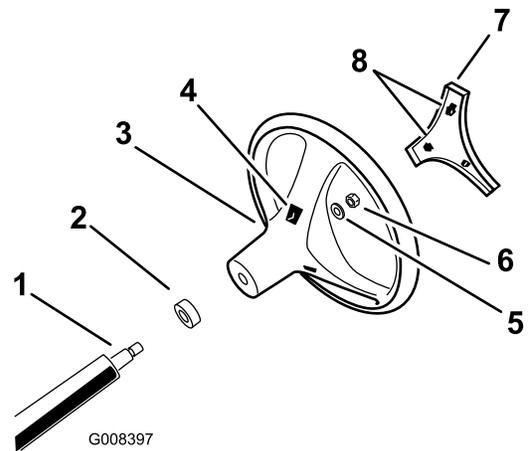

Bild 3
- Befestigen Sie das Lenkrad mit der Sicherungsmutter an der Welle (**Bild 3**). Ziehen Sie die Sicherungsmutter bis auf 24-29 N·m an
- Fluchten Sie die Nasen der Abdeckung mit den Schlitzen im Lenkrad aus und lassen Sie die Abdeckung an der Lenkradnabe einrasten (**Bild 3**).